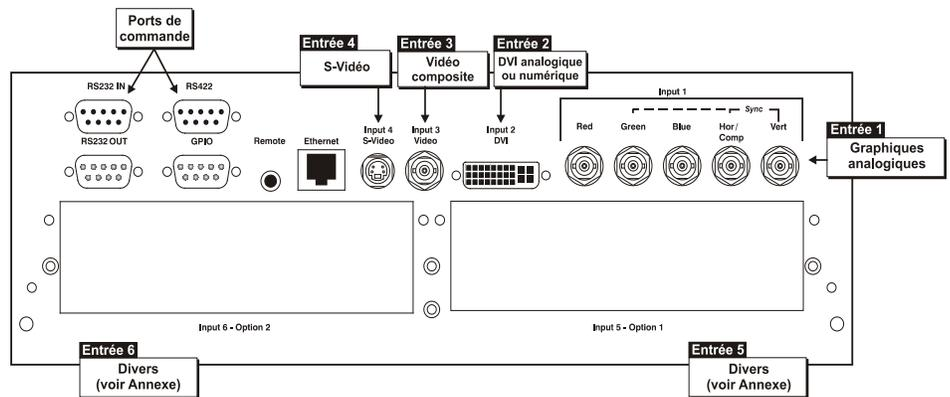

Figure 1.1
- Il existe deux types de configurations différents de la face comportant les entrées (en fonction du modèle). Voir les **figures 1.1** et **1.2**. Ces configurations peuvent comporter les entrées suivantes :
À des fins de simplification, le présent manuel ne fait référence qu'à la configuration de la **Figure 1.1** uniquement.